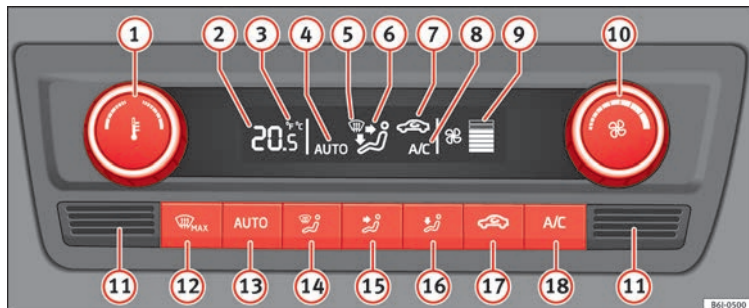

Fig. 171 Climatronic : éléments de commande.
- **A/C** (18) » fig. 171 allumé.
Quand vous appuyez sur une touche, vous activez la fonction correspondante, allumant le climatiseur s'il était éteint, sauf avec la touche (17) » fig. 171 (recyclage de l'air).
- Tournez la commande (10) vers la gauche jusqu'à l'extinction des segments de la colonne (9) » fig. 171.
- Appuyez sur la touche **AUTO** (13) » fig. 171.
Maintenez enfoncées simultanément pendant 2 secondes les touches **AUTO** et **A/C** » fig. 171. Les données apparaissent à l'écran dans les unités souhaitées.
- Le capteur de température intérieure (11) » fig. 171 se trouve dans la partie inférieure. Ne le recouvrez pas d'adhésif ou autre, cela pourrait nuire au bon fonctionnement du Climatronic.
- Appuyez sur la touche **AUTO** (13) » fig. 171, **AUTO** s'affiche à l'écran.
- En mettant le contact d'allumage, il est possible d'utiliser la commande (1) » fig. 171 pour régler la température intérieure souhaitée.
- Appuyez sur la touche  (17) » fig. 171, le symbole  s'affiche à l'écran.
- Appuyez sur la touche  (17) » fig. 171, le symbole  disparaît de l'écran.
- Tournez la commande (10) » fig. 171 vers la gauche (pour réduire la vitesse) ou vers la droite (pour augmenter la vitesse).
- Appuyez sur la touche  (12) » fig. 171.
- Appuyez plusieurs fois sur la touche  (12) » fig. 171, ou appuyez sur la touche .